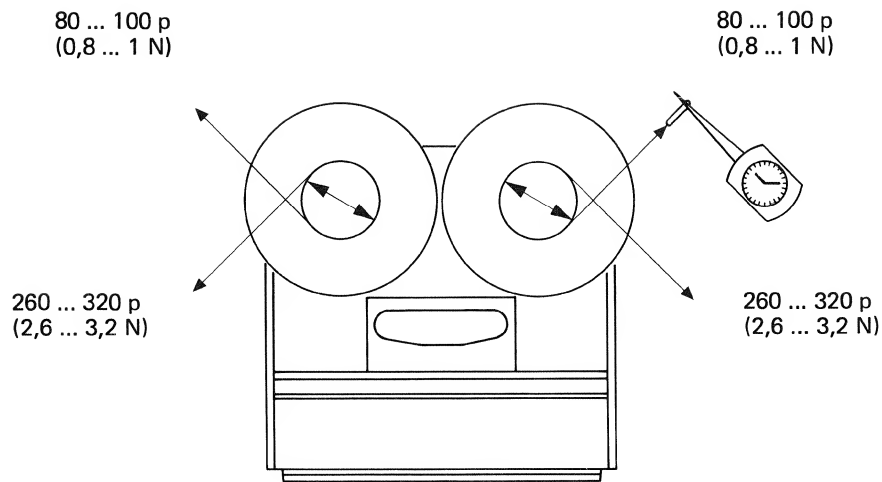

Fig. 3.2.—1
- Bei richtig eingestellter Bremse ergeben sich die Bremsmomente gemäss Fig. 3.2.—1.